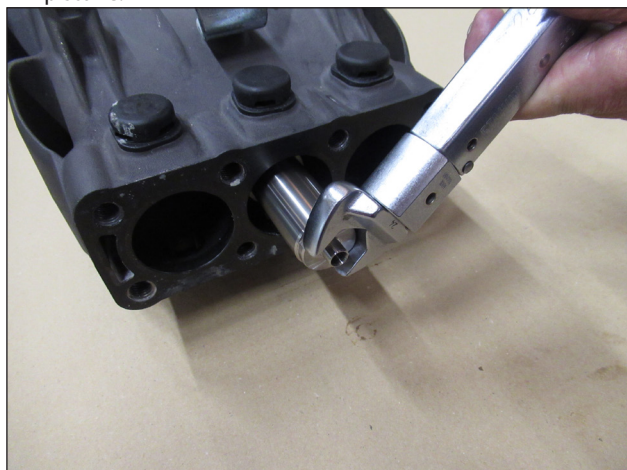

Fig. 49
A) Montare il distanziale (Fig. 49) e serrare sullo stelo guida pistone.